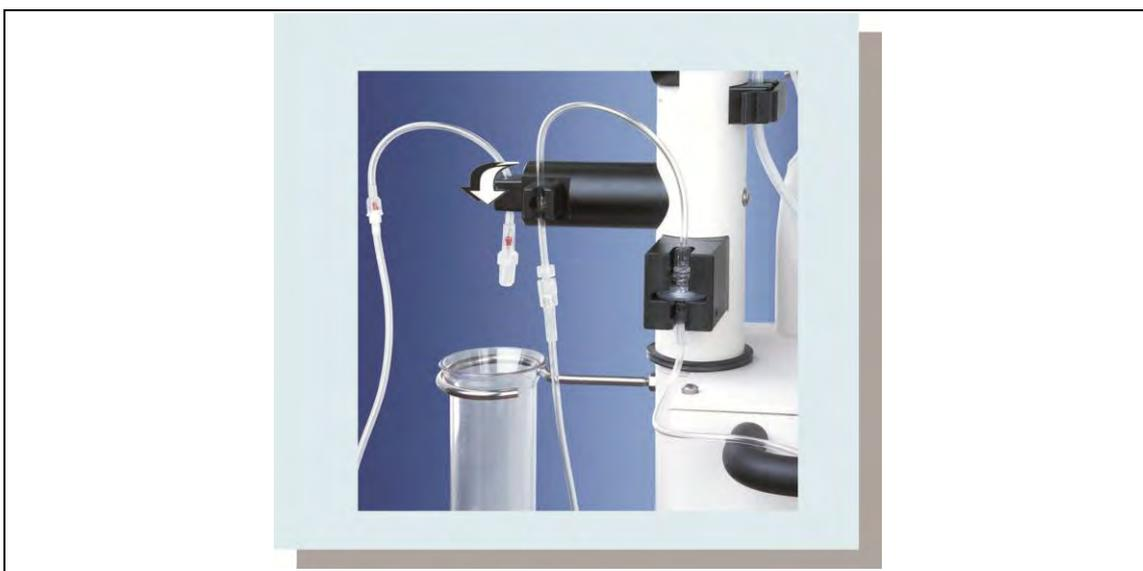

Рис. 14: Поворотный держатель трубок и сливная ёмкость
5. Вложить трубку в поворотный держатель (см. Рис. 14, стр. 35).